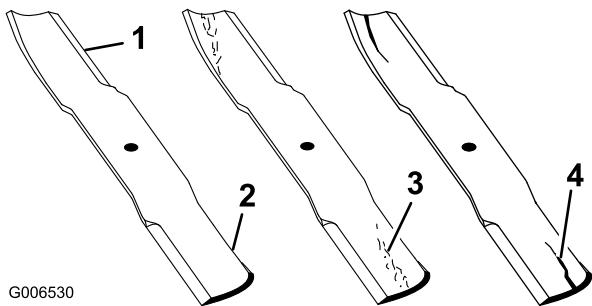

Figure 98
1. Examinez le tranchant des lames (Figure 98). Si les lames coupent mal ou présentent des indentations, déposez-les et aiguisez-les (voir Aiguiseage des lames).
2. Inspectez les lames, surtout la partie relevée (Figure 98). Remplacez immédiatement toute lame endommagée, usée ou qui présente une entaille (Figure 98).